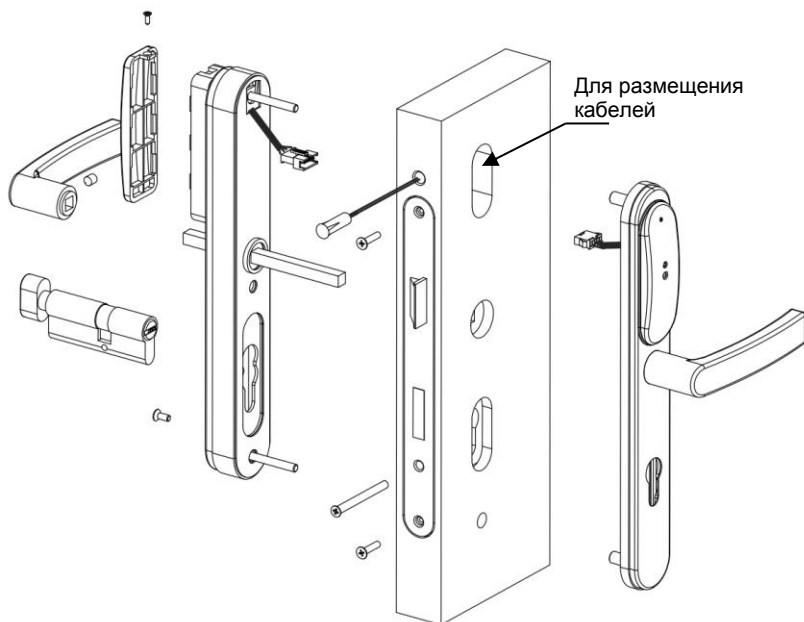

Рис. 9. Укладка кабеля
6. Установите внешнюю накладку замка 1, и пропустите кабель 3 через отверстие в полотне двери (см. рис. 9)